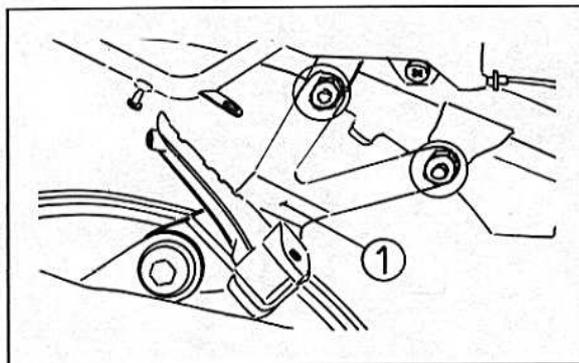

Bild 341
- Den Schalldämpfersupport vom Rahmen abschrauben (Bild 341).